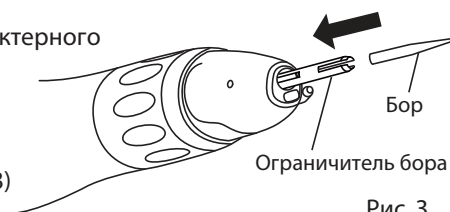

Рис. 3
- 2) Вставьте ограничитель бора, поставляемый с наконечником, в цангу. (Рис.3)